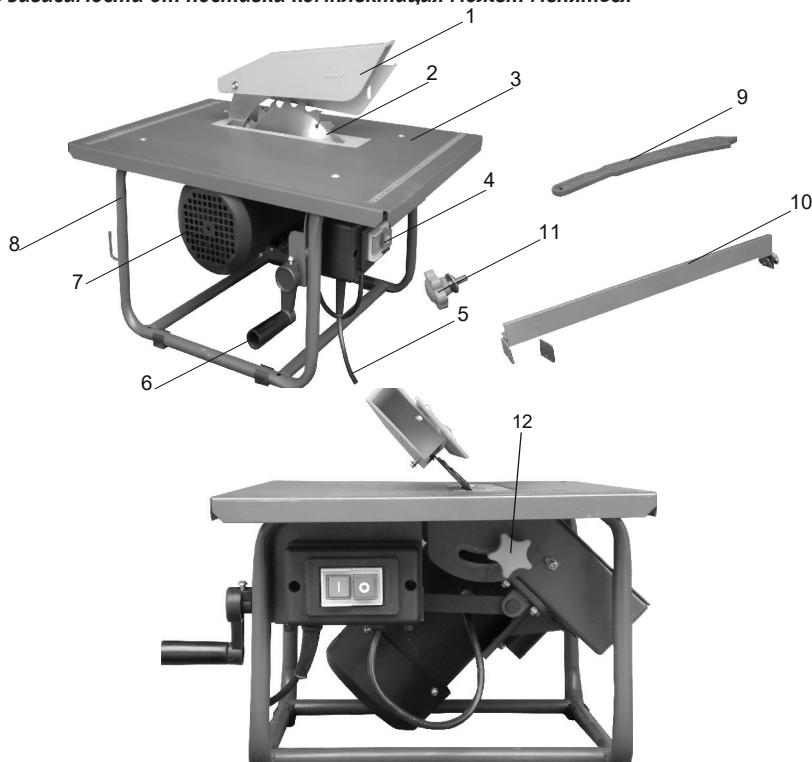
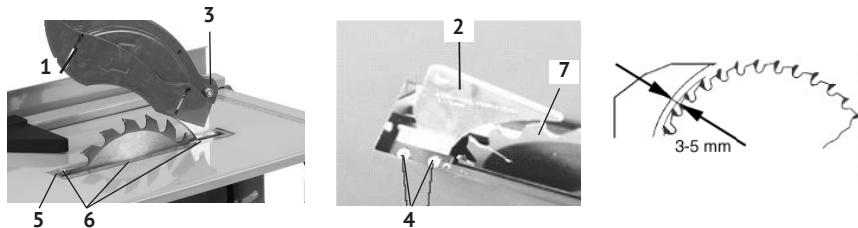

рис. 1
рис. 2
- 1.6 Общий вид и элементы пилы схематично представлены на рис. 1:
1.7 Асинхронный двигатель (рис.1 поз.7) крепится на пластине, закреплённой на раме (рис.1 поз.8), под рабочим столом (рис.1 поз.3). Трубчатая рама является основным несущим элементом пилы. На вал якоря двигателя, между опорным и зажимным фланцами, крепится пильный диск. На защитных кожухах: верхнем (рис.1 поз.1) и нижнем нанесены стрелки, указывающие направление вращения диска.
1.8 Для установки распиленной заготовки в нужном положении, на рабочем столе (с двух сторон) нанесена метрическая шкала. Заготовка размещается на рабочем столе (рис.1 поз.3) в нужном положении с помощью параллельного упора (рис.1 поз.10). Распиленная заготовка подаётся оператором по рабочему столу к пильному диску вручную, или толкателем (рис.1 поз.9).
1.9 Выключатель – магнитный пускатель (рис.1 поз.4) расположен в передней части пилы. Он имеет две кнопки: зелёная с символом «1» - включение двигателя и красная с символом «0» - выключение двигателя (МЭК 60417).
- открутить 6 винтов крепления (рис.2 поз.6) вставки стола (рис.1 поз.5);
- закрепить винтами (рис.2 поз.4) на кронштейне расклинивающий нож (рис.2 поз.2) так, чтобы он находился в одной плоскости с пильным диском (рис.2 поз.7) и на расстоянии 3 - 5 мм, как показано на рис.2;
- совместив крепёжные отверстия кожуха (рис.2 поз.1) и расклинивающего ножа (рис.2 поз.2), соединить их винтом (рис.2 поз.3) и закрепить гайкой. Крепление не должно быть жёстким. Кожух должен иметь возможность вращения вокруг оси крепления, чтобы фиксироваться в выбранном положении относительно диска, в зависимости от толщины заготовки.
Установка параллельного упора (рис.1 поз.8) возможна с любой стороны от отрезного диска.
- ослабив винт-барашек (рис.1 поз.11) зажима, сдвинуть планку параллельного упора на необходимое расстояние от режущего диска.
- ослабить винт-барашек фиксации угла наклона (рис.1 поз.12);
- поворотом ручки (рис.1 поз.6) установить необходимый угол наклона диска;
Необходимо постоянно контролировать состояние вставки стола (рис.2 поз.5) и (при необходимости) проводить замену:
- снять верхний защитный кожух (рис.2 поз.1) с расклинивающего ножа (рис.2 поз.2);
- открутить винты крепления (рис.2 поз.6) вставки к столу;